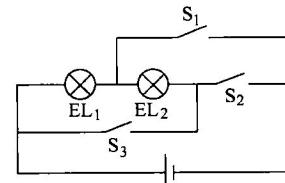

图 1-7 例 1-3 图
**【例 1-3】** 在图 1-7 所示的电路图中，下列说法正确的是（ ）。